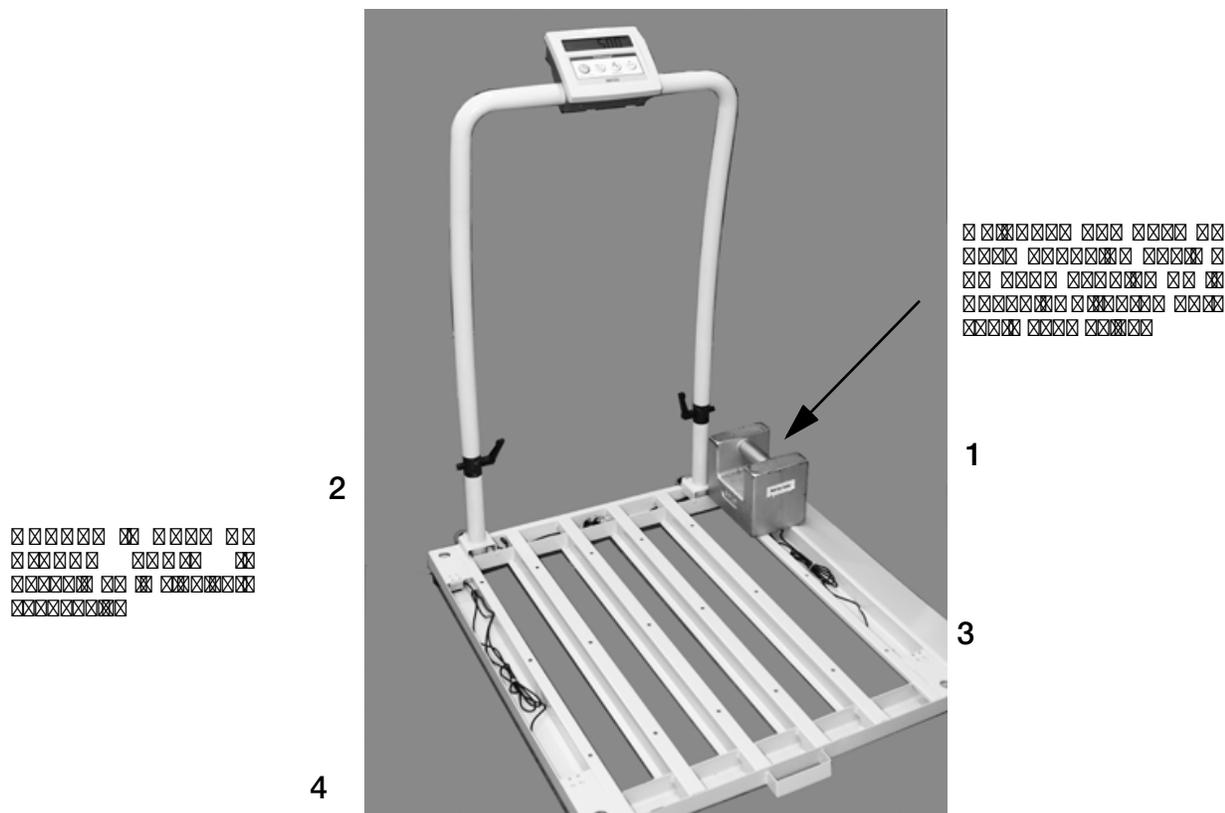

Figura 7-2. Secuencia de recorte de las esquinas de la báscula de sillas de ruedas
1. Pongan el indicador en cero y coloquen una pesa de prueba calibrada de 70 Kg sobre cada celda de carga por turno como mostrado debajo en la Figura 7-2 en la siguiente secuencia:
- Empiecen con la esquina izquierda más lejana (1)
- Esquina izquierda más cercana (2)
- Esquina derecha más lejana (3)
- Esquina derecha más cercana (4)